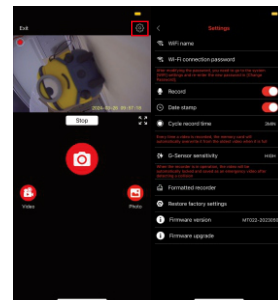

Figure 10
5.8 Dans la page d'enregistrement vidéo, cliquez sur l'icône dans le coin supérieur droit pour accéder à la page de configuration des paramètres de la caméra, veuillez configurer selon vos besoins. (Voir Figure 10)